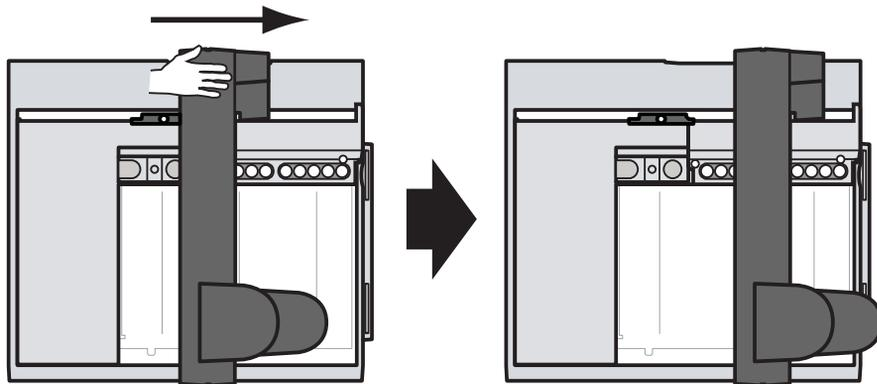

Abb. 7 Schieben der Brücke in Richtung der Befestigungskomponenten des Probentellers
- 4 Legen Sie Ihre Hand, wie in Abb. 7 gezeigt, auf die Brücke und schieben Sie diese vorsichtig in Richtung der Befestigungskomponenten des Probentellers bis die verbleibende Transportklammer erreichbar ist.